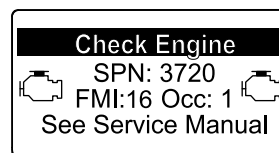

Figure 50
- Avertissement moteur SPN 3720, FMI 16 (Figure 50)